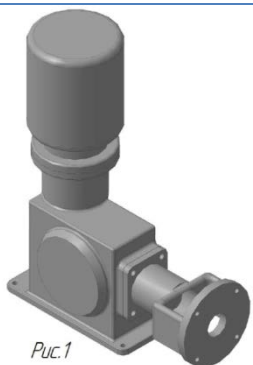

Рис.1
1. Для снятия требуемых размеров следует демонтировать заменяемый гидроцилиндр, оставив агрегат только с кронштейном (рис.1).